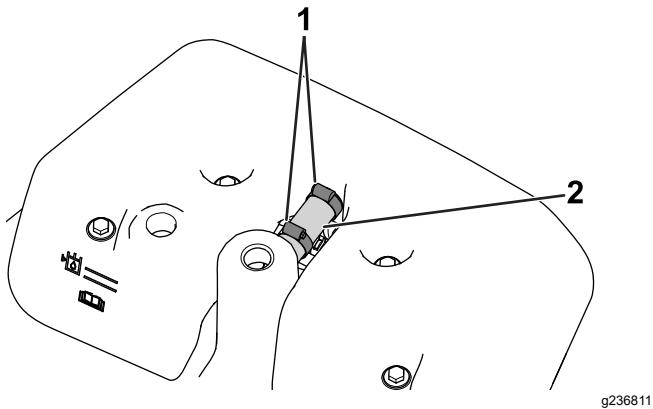

Figura 3
8. Se la macchina è provvista di un flessibile di troppopieno, allentate le fascette stringitubo e rimuovete il flessibile di troppopieno (Figura 3).
16. Usate 2 fascette stringitubo per fissare il flessibile di troppopieno al serbatoio del rivelatore di perdite e al serbatoio idraulico (Figura 3).